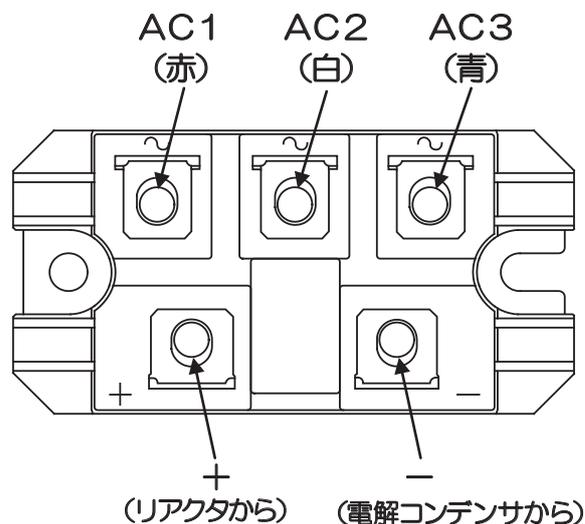

図1 部品配置図
- 6) ダイオードモジュール(AC1, AC2, AC3, +, -)に配線を接続してください。(図1参照)